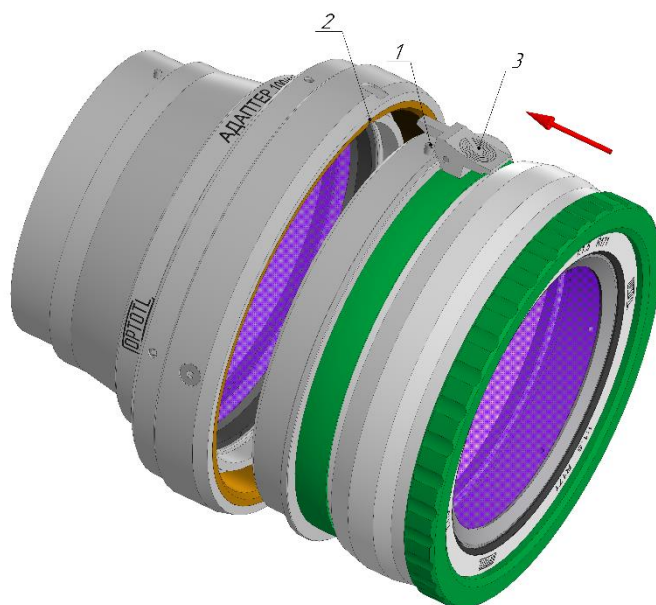

Рисунок 6. Соединение адаптера и насадки
- Штифты байонета объектива 1 заводятся в соответствующие прорези байонета адаптера 2 (Рис. 6),